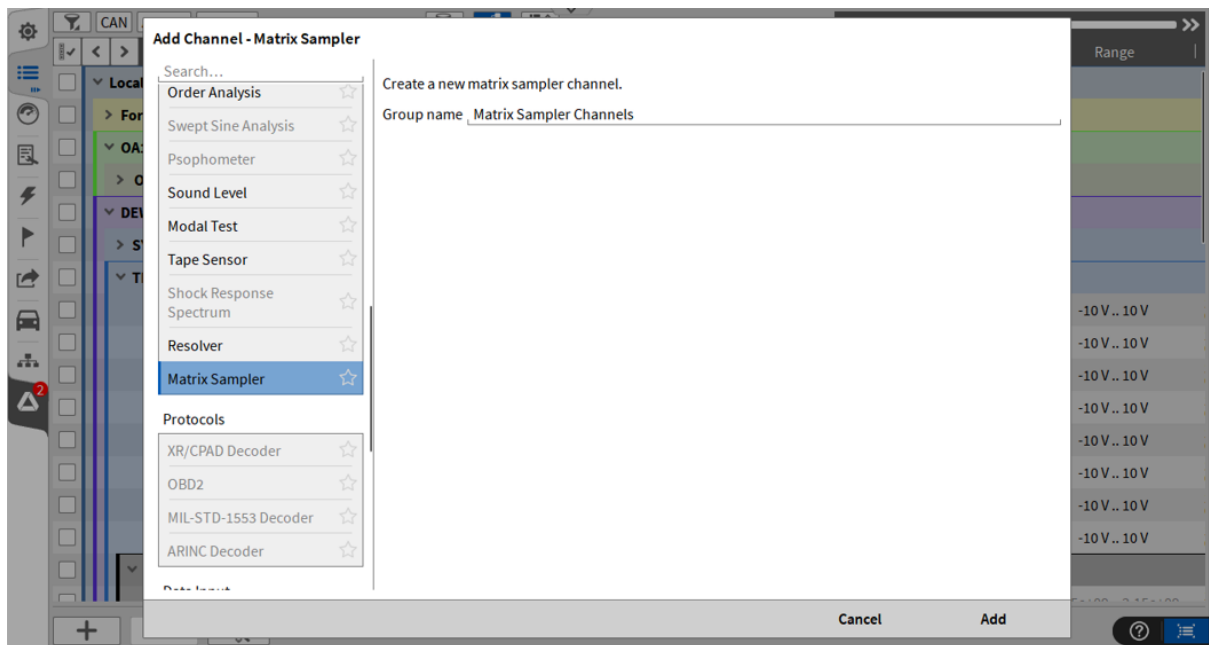

Fig. 7.155: 根据通道列表中的通道直接创建矩阵图通道
1. 在通道设置界面的左下角点击 + 号（可以参考 Fig. 7.155 如何使用软件通道）并在计算通道中选择 **Matrix Sampler**。在选择阵列统计之前至少选择一个通道（例如 FFT 幅值通道）。实际参考通道可以在添加该通道前选择，也可以在添加后更改。